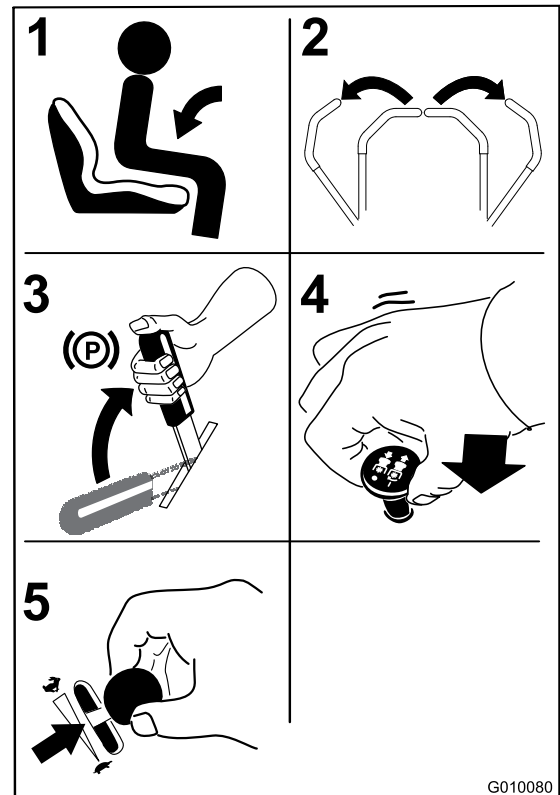

Figure 16
1. Asseyez-vous sur le siège (Figure 16).
2. Écartez les commandes de déplacement vers l'extérieur en position de verrouillage au point mort (Figure 16).
3. Serrez le frein de stationnement (Figure 16) (voir Serrage du frein de stationnement).
4. Placez la commande des lames (PDF) en position désengagée (Figure 16).